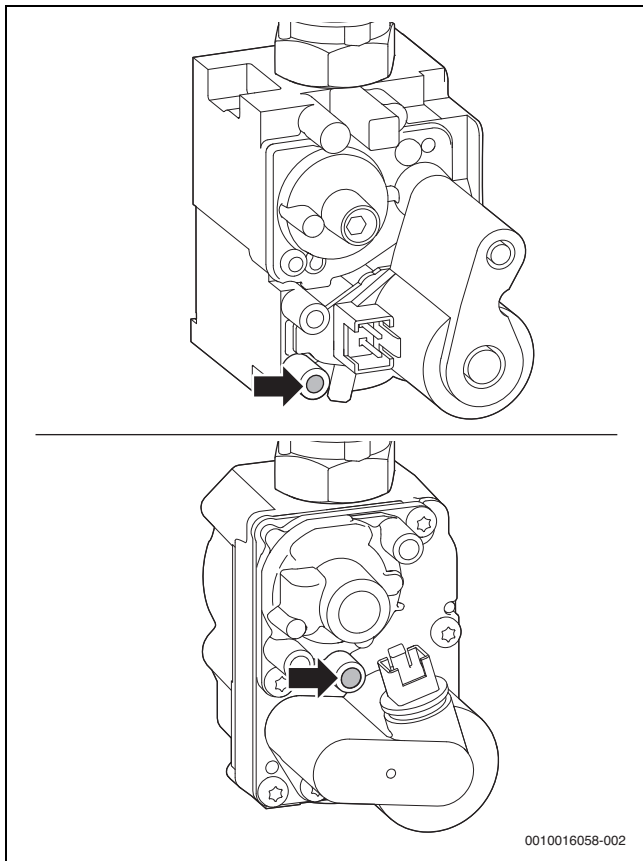

Рис. 39 Штуцер для выполнения замеров давления газа
- ▶ Откройте винт для измерения разности давлений газового клапана (→ рис. 39, стр. 43).